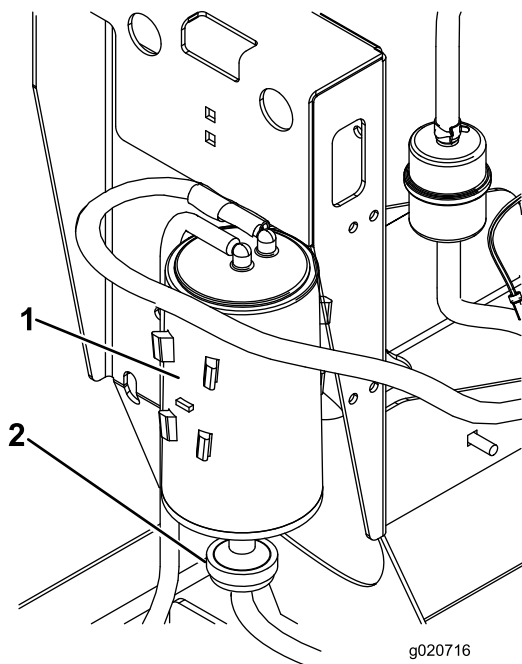

Рисунок 18
2. Ослабьте зажим шланга над воздушным фильтром с угольным элементом (Рисунок 18).
3. Снимите и удалите в отходы воздушный фильтр с угольным элементом (Рисунок 18).